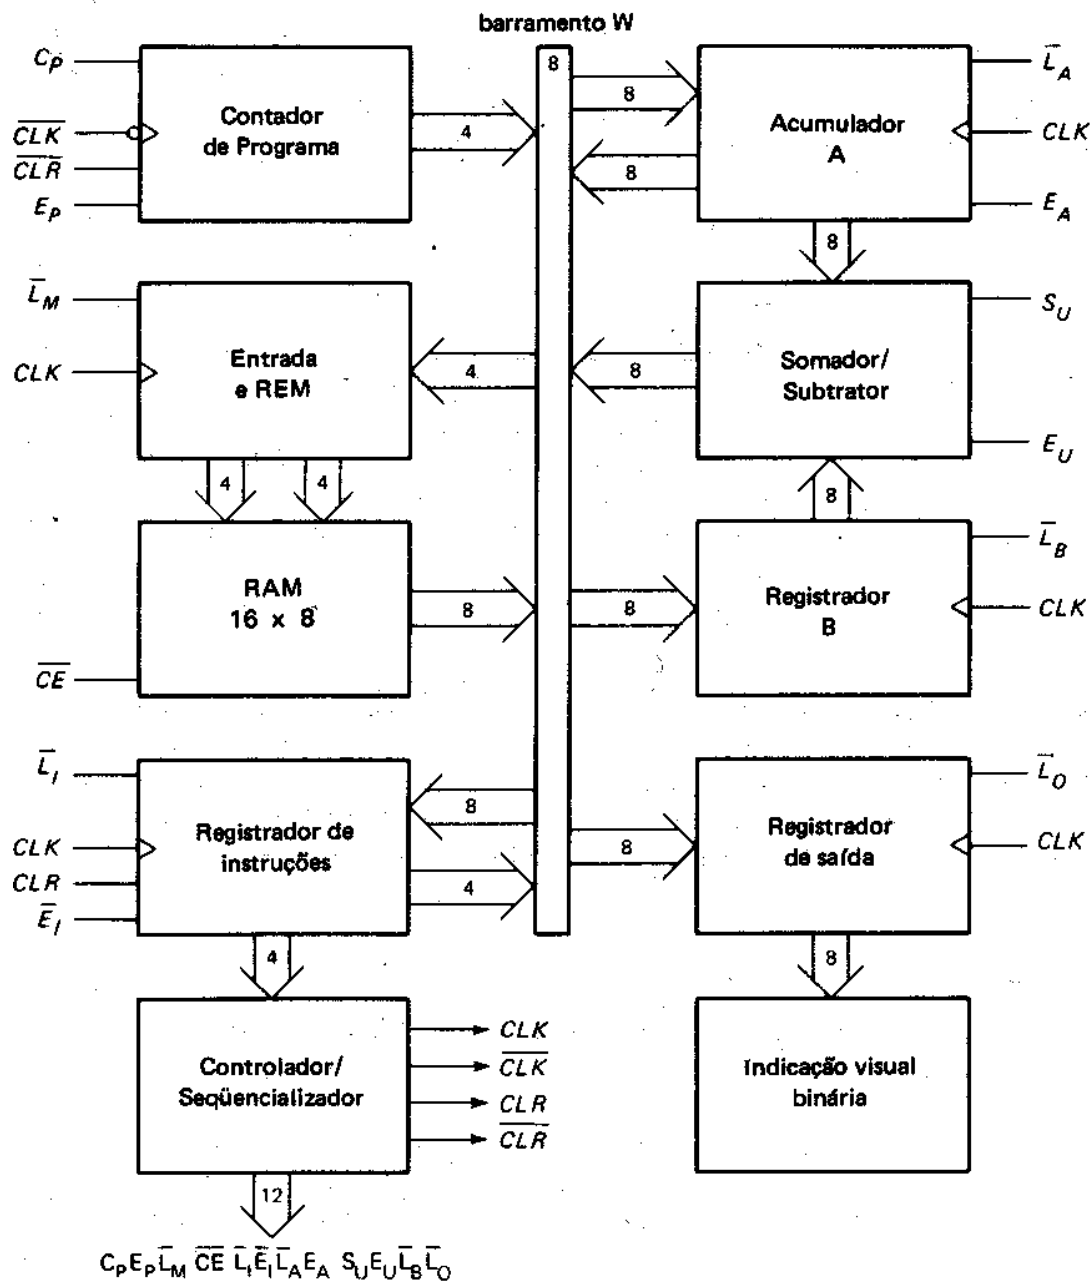

Fig10-1 Arquitetura do SAP-1
A Fig.10-1 mostra a arquitetura (estrutura) do SAP-1, um computador organizado em barramentos. Todas as saídas dos registradores para o barramento W são de três estados; isto possibilita a transferência de dados ordenadamente. Todas as outras saídas dos registradores são de dois estados; estas saídas comandam continuamente as caixas às quais elas estão conectadas.
O diagrama da Fig.10-1 enfatiza os registradores usados no SAP-1. Por esta razão, nenhuma tentativa tem sido feita para guardar todos os circuitos de controle em um bloco chamado unidade de controle, todos os circuitos de entrada-saída em um outro bloco chamado unidade de E/S (I/O) etc.
Muitos dos registradores da Fig.10-1 já são conhecidos desde os primeiros exemplos e discussões. O que segue é uma breve descrição de cada caixa; explicações detalhadas vêm mais tarde.
O acumulador (A) é um registrador de memória intermediária que armazena respostas intermediárias durante um processamento no computador. Na Fig. 10-1 o acumulador tem duas saídas. A saída de dois estados vai diretamente ao somador-subtrator. A saída de três estados vai ao barramento W. Portanto, a palavra do acumulador de 8 bits continuamente comanda o somador-subtrator; a mesma palavra aparece no barramento W quando E_A está alto.
SAP-1 usa um somador-subtrator de complemento de 2. Quando S_U for baixo na Fig. 10.1, a soma fora do somador-subtrator será